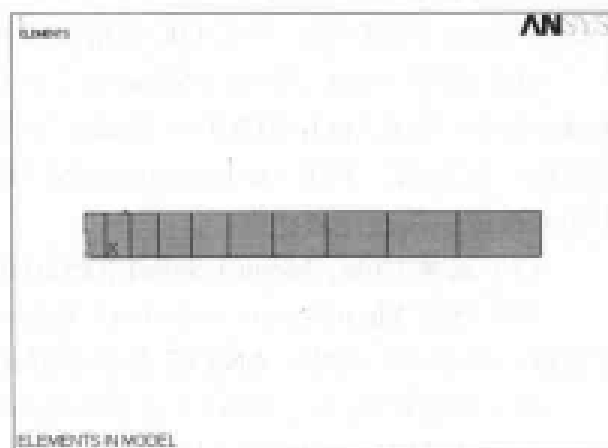

图 10-57 网格划分结果显示
(4) 选择 Main Menu | Preprocessor | Meshing | Size Cntrl | ManualSize | Lines | Picked Lines 命令, 出现 Element Size on 菜单, 在文本框中输入 3, 单击 OK 按钮, 出现 Element Sizes on Picked Lines 对话框, 在 NDIV No. of element divisions 文本框中输入单元个数 10, 在 SPACE Spacing ratio 文本框中输入 0.25, 单击 OK 按钮关闭该对话框。
(5) 选择 Main Menu | Preprocessor | Meshing | Size Cntrl | ManualSize | Lines | Picked Lines 命令, 出现 Element Size on 菜单, 在文本框中输入 2, 4, 单击 OK 按钮, 出现 Element Sizes on Picked Lines 对话框, 在 NDIV No. of element divisions 文本框中输入单元个数 1, 单击 OK 按钮关闭该对话框。
(6) 选择 Main Menu | Preprocessor | Meshing | MeshTool 命令, 出现 MeshTool 菜单, 单击 Mesh 按钮, 出现 Mesh Areas 菜单, 在文本框中输入 1, 单击 OK 按钮关闭该菜单。
(7) 选择 Utility Menu | File | Change Title 命令, 出现 Change Title 对话框, 在文本框中输入 ELEMENTS IN MODEL, 单击 OK 按钮关闭该对话框。
(8) 选择 Utility Menu | Plot | Elements 命令, ANSYS 显示窗口将显示网格划分结果, 如图 10-57 所示。